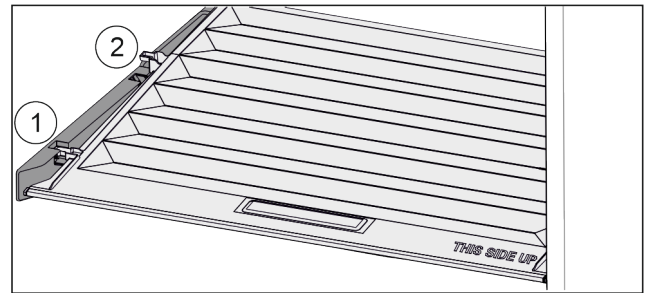

Fig. 46
- ▶ Кришку до отвору в деталях для підтримки потягнути вперед Fig. 46 (1).
- ▶ Підняти ззаду знизу та вийняти Fig. 46 (2) вгору.